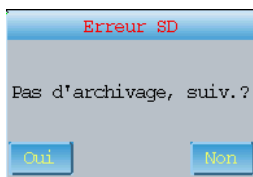

Fig. 7-29
(1) lorsque le boîtier est imprimé en mode 1x12, 1x12+1, 2x6, 2x6+1, 3x4, s'il n'y a pas de carte SD, la boîte de dialogue illustrée à la figure 7-29 apparaîtra pour indiquer aux utilisateurs que le boîtier ne peut pas être stocké si l'impression se poursuit.